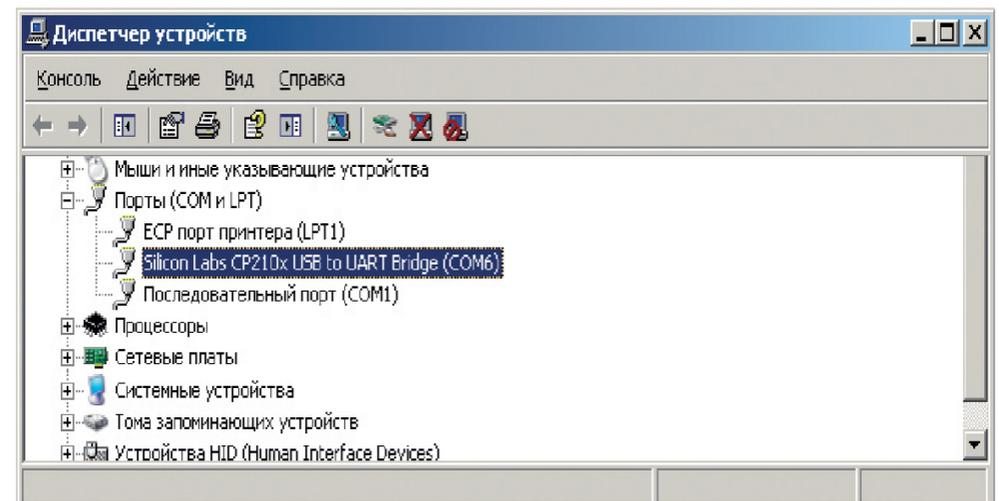

Рис.2. Диспетчер устройств.
2. Зайдите в диспетчер устройств и запомните номер порта, указанного в скобках (рис. 2). На рисунке это COM6, номер порта на вашем компьютере может отличаться от приведенного на рисунке.